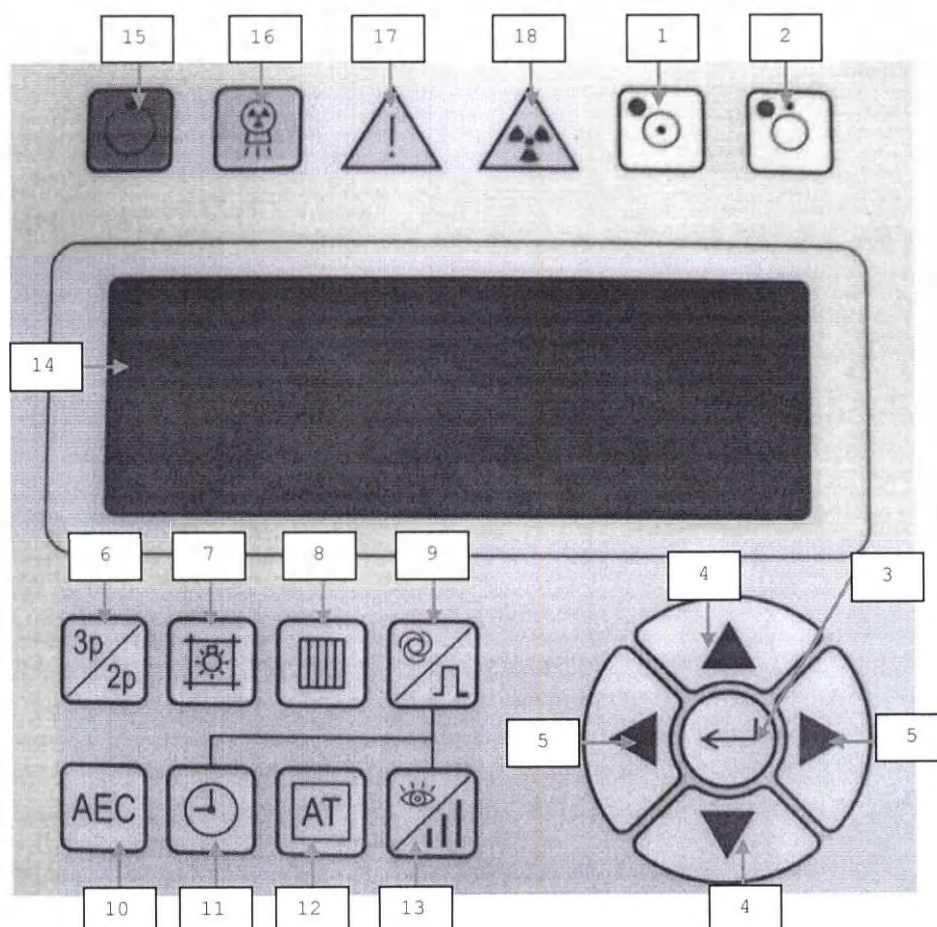

Рисунок 7. Панель управления
Световой индикатор на кнопке 2 пульта управления (рисунок 7) загорается зеленым цветом.
Нажмите на кнопку 1 (ON) пульта управления (рисунок 7)
Нажмите на кнопку 2 (OFF) пульта управления (рисунок 7)
Световые индикаторы обеих кнопок ON/OFF пульта управления (рисунок 7) погаснут.